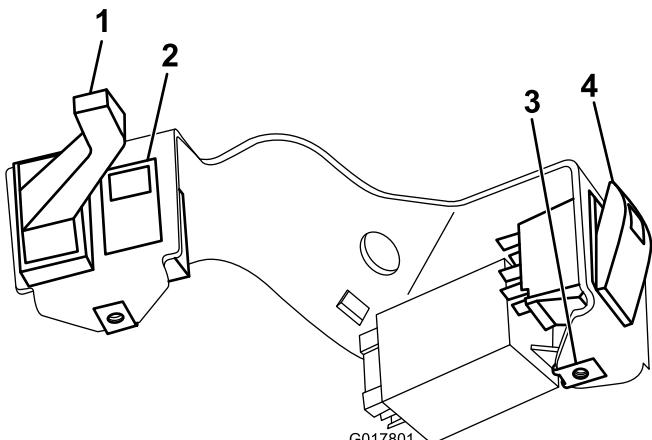

Figura 9
2. Instale a luz do indicador de sinalização no suporte da coluna (Figura 9).
3. Instale o interruptor da alavanca de sinalização e interruptor de perigo no suporte da coluna (Figura 9).
4. Deslize as porcas rápidas para o suporte da coluna (Figura 9).